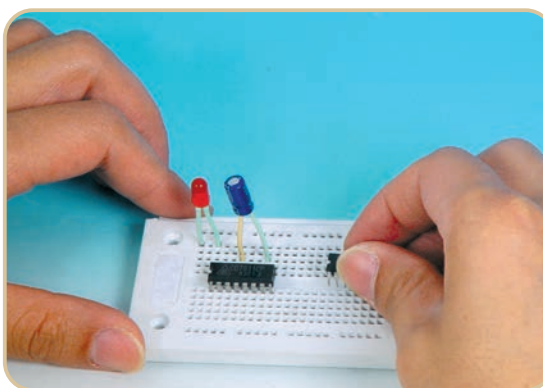

图 2-48
② 集成电路的引脚必须修理整齐,引脚不能弯曲,所有的引脚应稍向外偏,这样才能使引脚与插孔接触良好,双列直插式集成电路要插在面包板中间槽位置,几个集成电路插入方向要一致(如图2-48)。